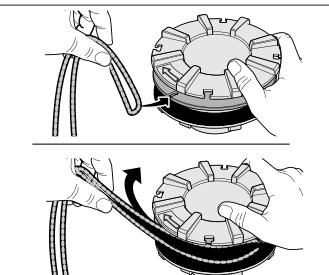

Fig. 14
- Inserir a extremidade dobrada do fio de corte no engate de retenção da bobina, [Fig. 14].